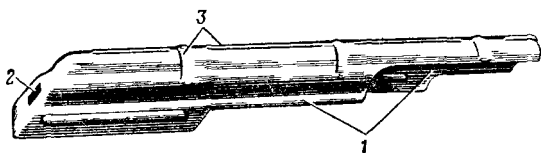

Рис. 32. Крышка ствольной коробки
14. Крышка ствольной коробки (рис. 32) предохраняет от загрязнения части и механизмы, помещенные в ствольной коробке. С правой